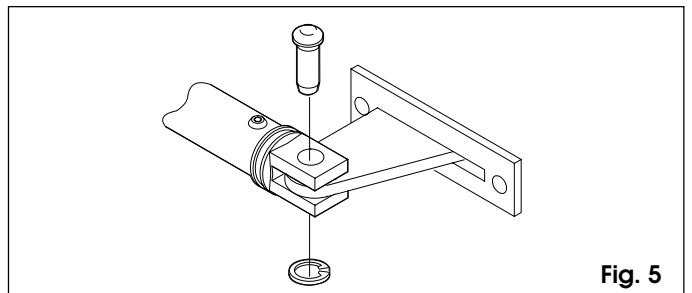

Fig. 5
- 7) Monte el elemento de fijación anterior en el vástago, como en la fig. 5.